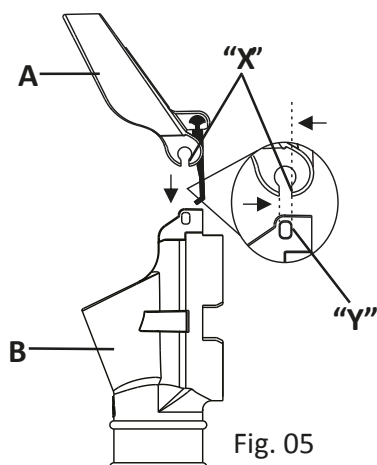

Fig. 05
A- Incline o Cj. Tampa Bocal NG (A) conforme Fig. 05 de forma que o mesmo fique alinhado com a face plana do canal oblongo ("X"), direcionando ao encaixe ("Y") do pino do Bocal NG;